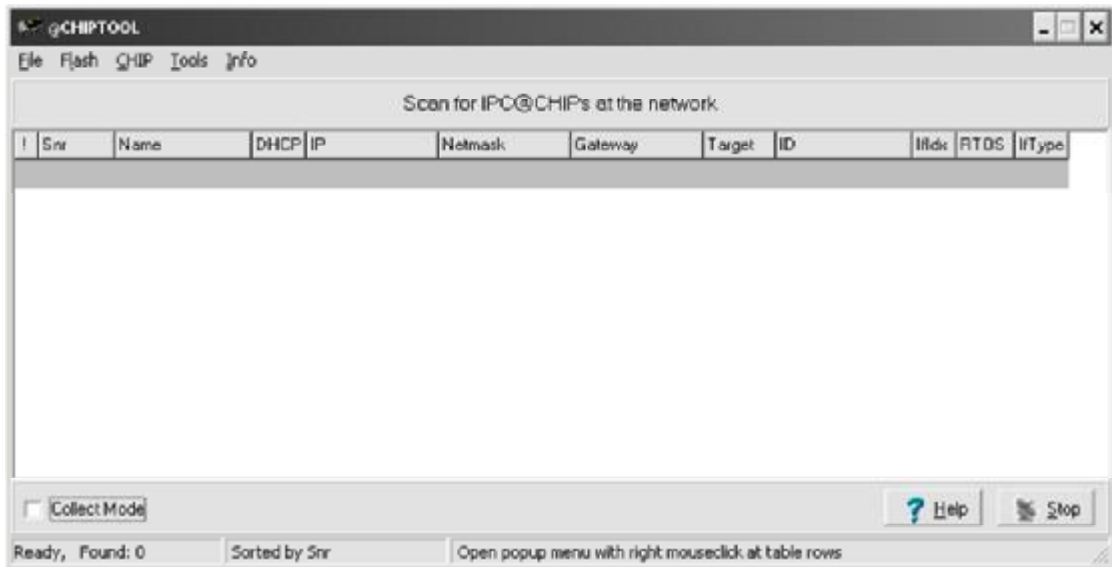

Рисунок 8. Основное окно программы @CHIPTOOL
2.4.10 Из меню Пуск\Все программы\@CHIPTOOL запустить программу @CHIPTOOL. На экране монитора появится основное окно программы (рисунок 8).